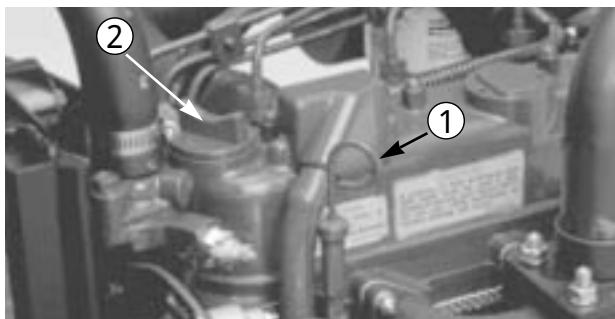
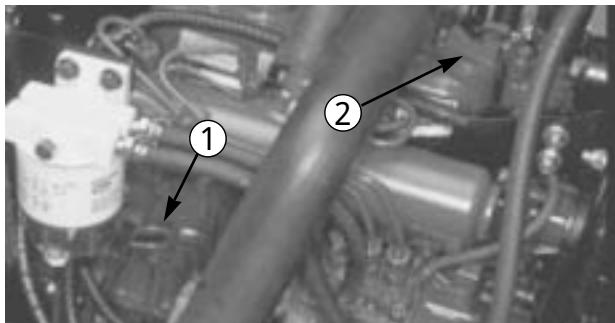

図14
図15
2. ディップスティック (RM5200-Dは図14、RM5400-Dは図15) を抜き、ウェスで拭ってからもう一度差し込んで引き抜き、オイルの量を点検する：FULLマークまであればよい。